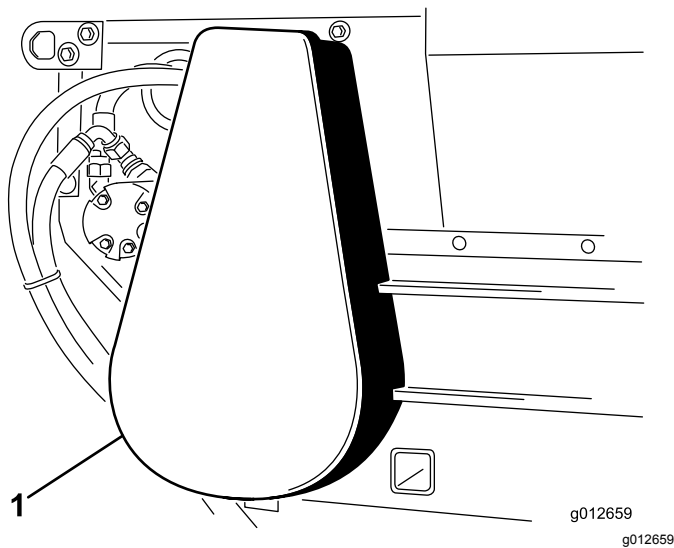

Figura 34
3. Montate la copertura della catena (Figura 34).